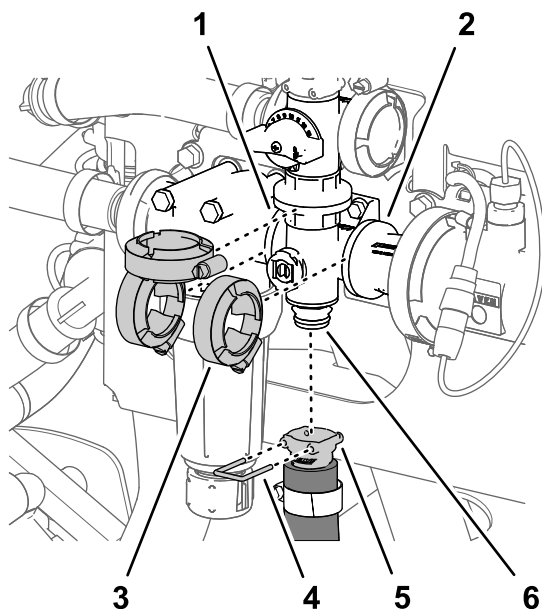
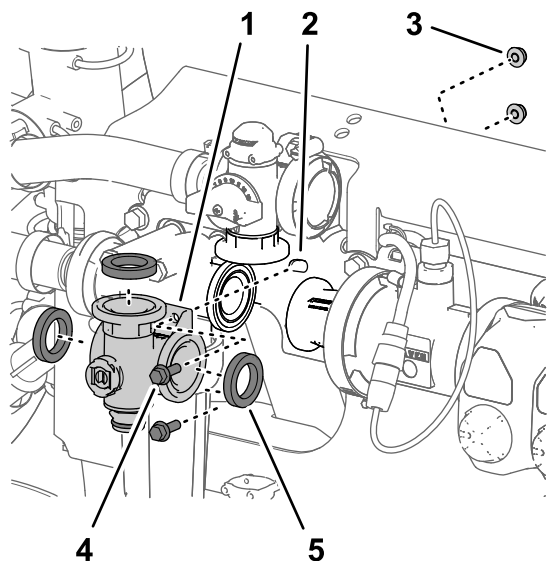

Figure 131
Figure 130
1. Alignez la bride du collecteur de la vanne d'agitation et les 3 joints sur les brides de la vanne de dérivation d'agitation, de la tête du filtre de pression et de l'adaptateur d'accouplement (Figure 130 et Figure 131).
2. Fixez légèrement le collecteur de vanne d'agitation à la vanne de dérivation d'agitation, la tête du filtre de pression et l'adaptateur d'accouplement (Figure 131) à l'aide des 3 colliers bride que vous avez retirés à la section Dépose de la vanne d'agitation du collecteur (page 87).
5. Serrez les 3 colliers bride à la main (Figure 131).
6. Fixez le raccord rapide du flexible d'agitation au raccord rapide du collecteur de vanne d'agitation à l'aide de l'étrier de fixation (Figure 131).